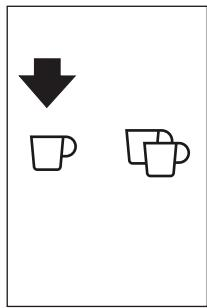

Fig. 19
- E' possibile eseguire un solo caffè alla volta, premendo l'icona □ (B10) (Fig. 19).